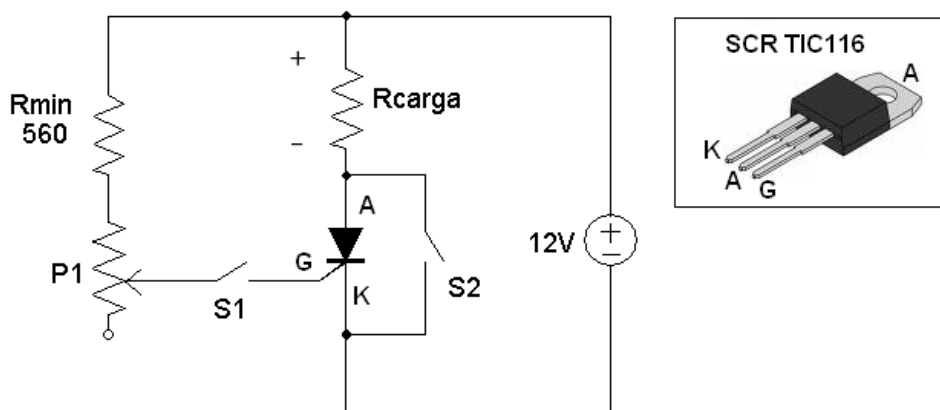

Figura 1 – Circuito para estudo do SCR em c.c.
2. Monte o circuito da Figura 1. Utilize uma lâmpada automotiva como carga (mod. BA15-S, 1 polo).